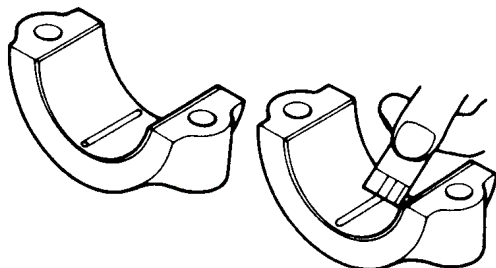

图 2-107 测量被压扁塑料量规的宽度
(4) 慢慢地将曲轴主轴承盖放在塑料量规上面，并拧紧螺栓至规定的扭矩。
(5) 拧下螺栓并慢慢地拆下曲轴主轴承盖。
(6) 用印在塑料量规套上的刻度，测量被压扁塑料量规的最宽部分的宽度（图 2-107）。